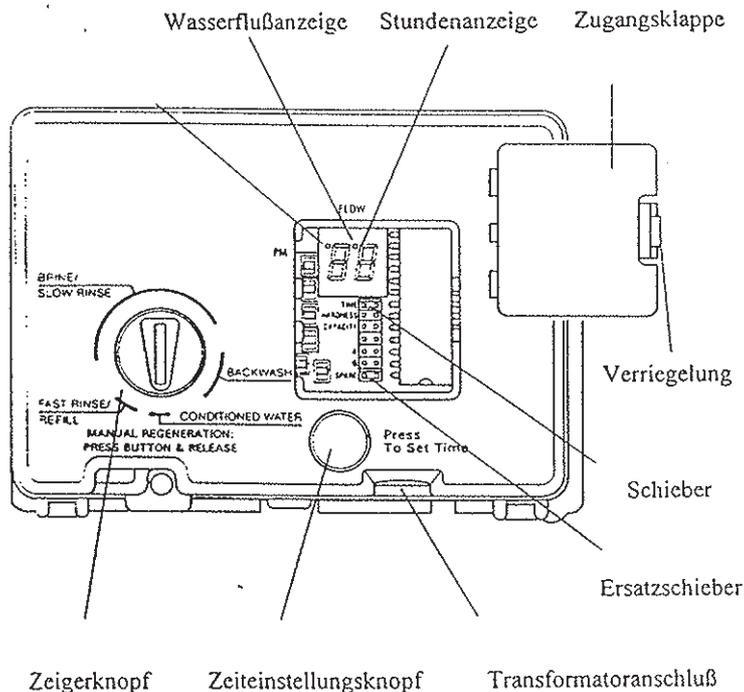

Abbildung 9
**Hinweis:** In den folgenden Schritten werden Sie aufgefordert, den Zeigerknopf (Abb. 9) in verschiedene Positionen zu drehen. Stecken Sie hierzu einen Schraubenzieher in den Schlitz des Zeigerknopfes und drücken Sie ihn hinein. Halten Sie den Knopf gedrückt und drehen Sie ihn solange **GEGEN DEN UHRZEIGERSINN**, bis der Pfeil auf dem Knopf auf die gewünschte Position zeigt (der Knopf ist einfacher zu drehen, wenn Sie mit der anderen Hand gleichzeitig die Steuerwelle drehen). Lassen Sie den Knopf dann wieder herausspringen.